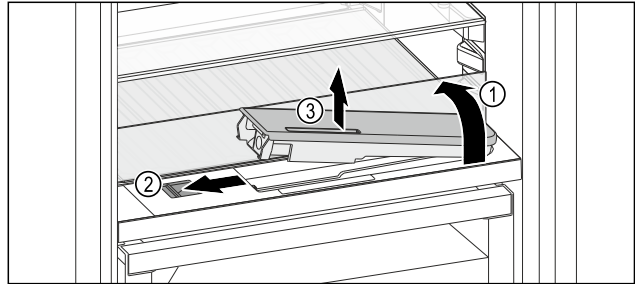

Fig. 172
- ▶ Emelje meg az üveglapot, és hajtsa hátra ütközésig Fig. 172 (1).
- ▶ Tolja balra a tolokát Fig. 172 (2).
- ▶ Vegye ki a víztartályt Fig. 172 (3).